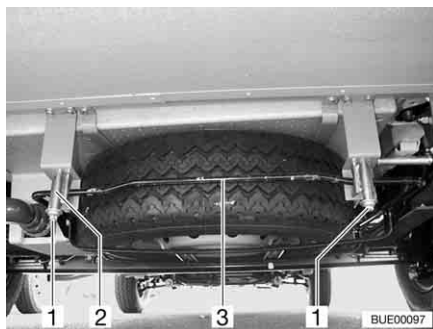

Bild 199 Reservhjulshållare
- Lossa muttrarna (Bild 199,1) lite på vänster och höger krok (Bild 199,2) på reservhjulshållaren.
- Tryck bygeln (Bild 199,3) lite uppåt. Dra samtidigt kroken nedåt och lossa bygeln.